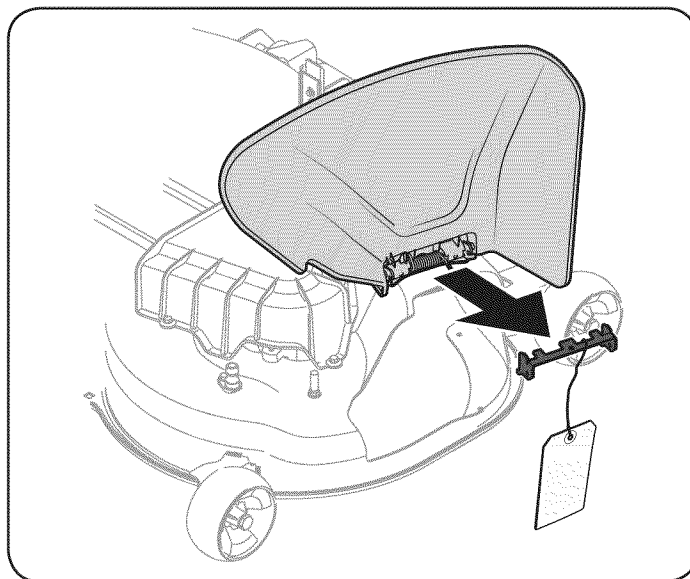

Figura 24
1. Revise el equipo de corte para una traba de seguridad que puedan estar llevando a cabo el deflector del canal alcista para el envío. Si la llave está presente, debe ser removido antes de operar el tractor. Sosteniendo el deflector del canal hacia arriba por completo, quite la traba de seguridad. Baje el deflector del canal y deseche la traba de seguridad. Vea Figura 24.